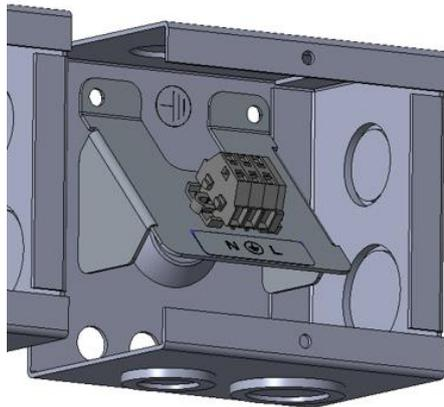

Fig. 48 ジャンクションボックス内の電源端末基板
- D. 外部電源ケーブルをケーブルグランドに差し込み、締め付けてジャンクションボックス内の端末基板に固定します (図 48)。